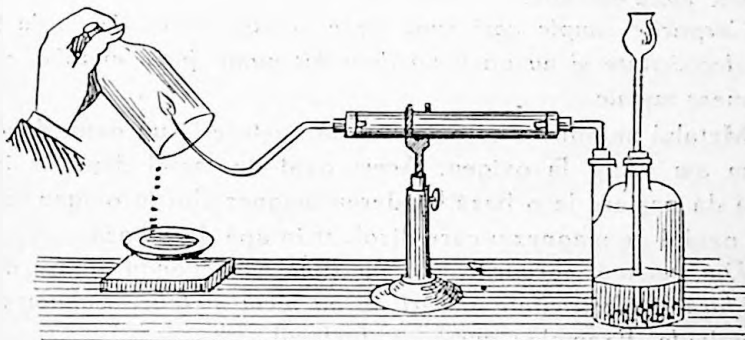

Fig. 46. — Arderea hidrogenului producând apă.
**Experiență.** Luăm un pahar de sticlă pe care îl ținem deasupra flăcării de hidrogen și vedem că pereții paharului se aburesc și ținând mai mult, se formează chiar picături de apă cari se preling în jos pe pereții paharului. (Fig. 46).